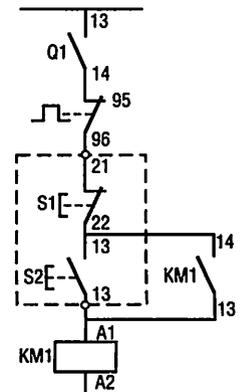

Fig. 4 : Circuit de commande.
b) Circuit de commande (fig. 4)